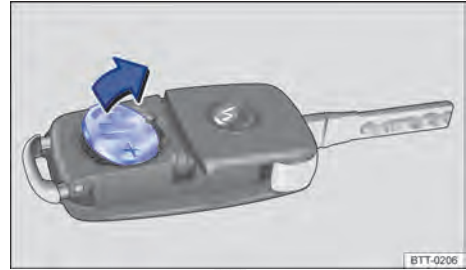

Fig. 39 Chave do veículo: remover a bateria.
- Remover a bateria do alojamento da bateria com uma ferramenta adequada ⇒ Fig. 39.
- Posicionar a nova bateria conforme indicado ⇒ Fig. 39 e pressionar no sentido contrário ao da seta para dentro de alojamento da bateria ⇒ .